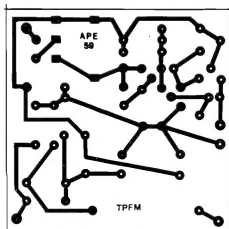

Fig.3
- FIG. 3 - LAY OUT DO CIRCUITO IMPRESSO ESPECÍFICO - Em tamanho natural, escala 1:1, vemos na figura o arranjo de ilhas e pistas cobreadas do Impresso, cujo *lay out* deve ser cuidadosamente "carbonado" pelo Leitor/Hobbysta, sobre a face cobreada de um fenolite nas convenientes dimensões. A traçagem devem ser feita com tinta especial, ácido-resistente, ou (preferivelmente), com decalques apropriados, que geram uma solução mais elegante e profissional... Os demais procedimentos de confecção de um bom Circuito Impresso (e sua perfeita utilização...) encontram-se detalhados em inúmeros artigos anteriormente publicados em APE... Aos iniciantes, recomendamos seguir as INSTRUÇÕES GERAIS PARA AS MONTAGENS (encarte permanente, nas primeiras páginas da Revista...), que trazem **importantes** conselhos e "dicas" práticas a respeito... Uma cuidadosa conferência final, na busca de defeitos, "curtos" ou falhas, é sempre importante, já que tais deficiências podem ser facilmente sanadas **antes** que os componentes sejam inseridos e soldados... Já depois...